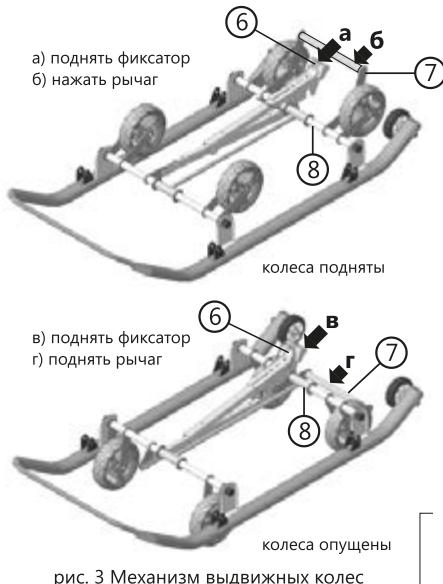

рис. 3 Механизм выдвижных колес
4.5.1 Для перемещения по твердому покрытию необходимо выдвинуть колеса, закрепленные на каркасе. Для этого носком ноги поднять фиксатор (6) (рис. 3), колеса опустятся, затем нажмите на рычаг (7) довести колеса до фиксированного положения. Паз на фиксаторе при этом должен зацепиться за ось колес (8).
- Ногой поднять фиксатор (6), колеса поднимутся;
- Носком ноги поднять рычаг (7) (рис. 3) до фиксированного положения. При этом паз на фиксаторе зацепится за ось колес (8).